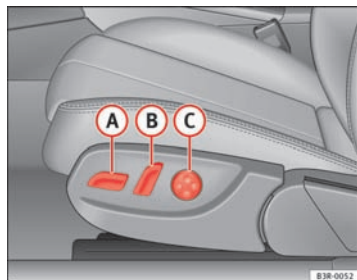
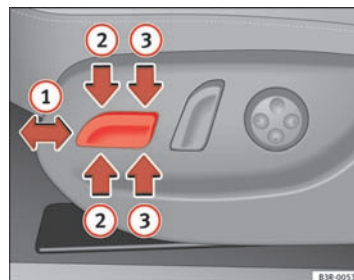

Fig. 107 Siège avant :
Fig. 108 Siège avant :
- Repoussez la commande **A** ⇒ fig. 107 vers l'avant ou vers l'arrière **1** ⇒ fig. 108 ⇒ **!**.